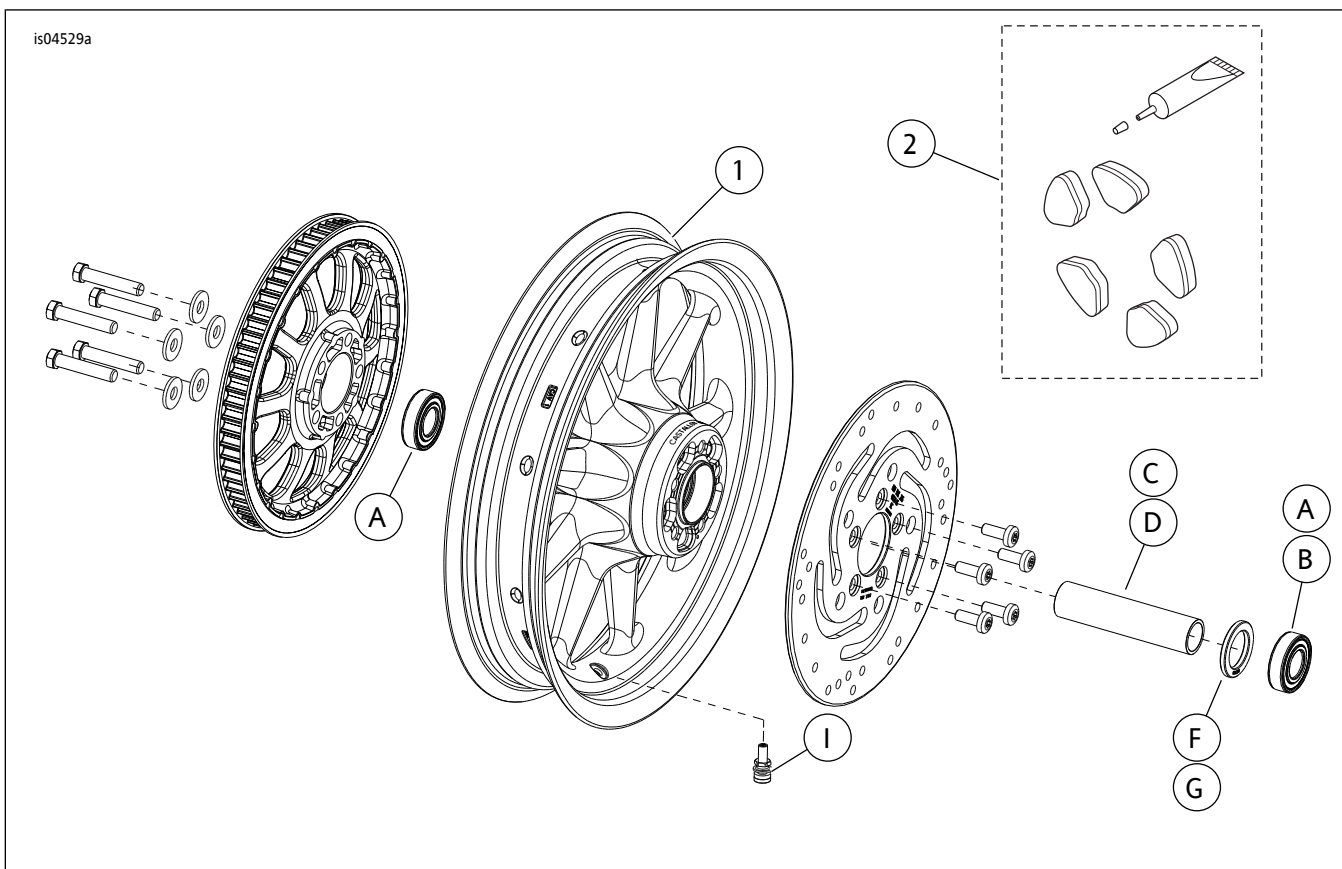

图1。维修零件：九辐条后轮(图示为16英寸)
参见图1和表2。
2. 参见图1。在车轮上安装阀杆组件(H或I)。参阅维修手册。